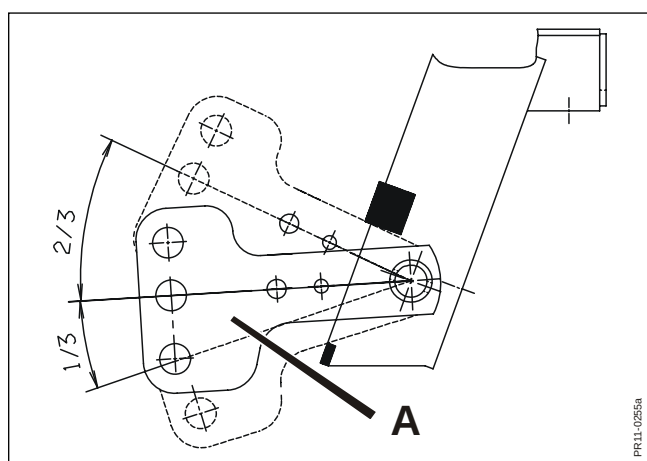

Fig. 2-7
- Fig. 2-7 c) Tilkoblingen udføres, så jordfølgeevnen er optimal, idet vippen **A** så vidt muligt kan bevæge sig $1/3$ nedad og $2/3$ opad.